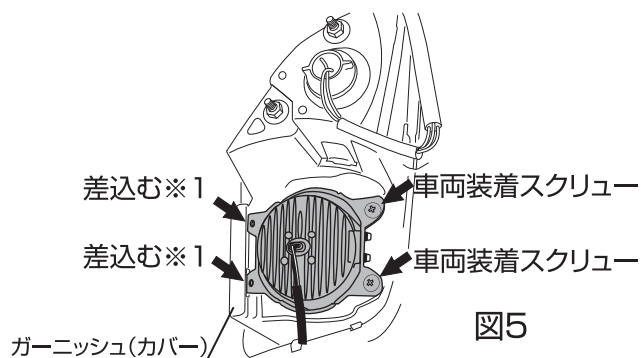

図5
5. スターの取付け、光軸調整が終了しましたら、純正フォグランプと同じ方法で、車両から取外したスクリーを使いランプ本体を車両へ確実に取付けてください。(図5)